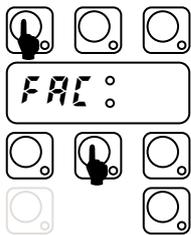

Bild 43 Werkseinstellung.
- Gehen Sie in die Ebene WERKSEINSTELLUNGEN: Drücken Sie die Tasten EIN/AUS und ZYKLUS_2 **mindestens 5 Sekunden** lang (Bild. 43);